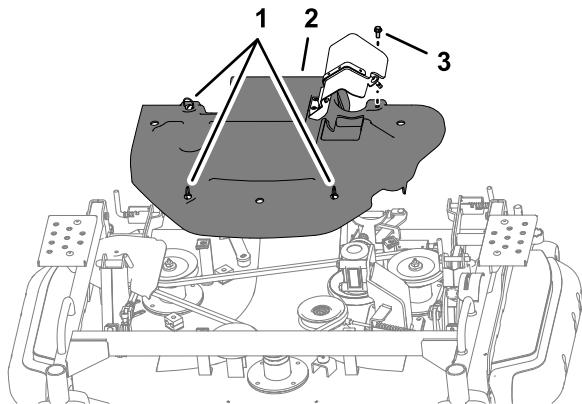

図 116
1. カバーの固定具1/4回転3ヶ所を左に回す図116。
2. ボルトをゆるめる図116。
1. ベルトカバーの1/4回転固定具を、刈り込みデッキについているクリップナットに合わせる図116 ベルトカバーの取り外し (ページ 77)を参照。
3. ベルトカバーのボルトを、刈り込みデッキについているクリップナットに取り付ける 図116 ベルトカバーの取り外し (ページ 77)を参照。